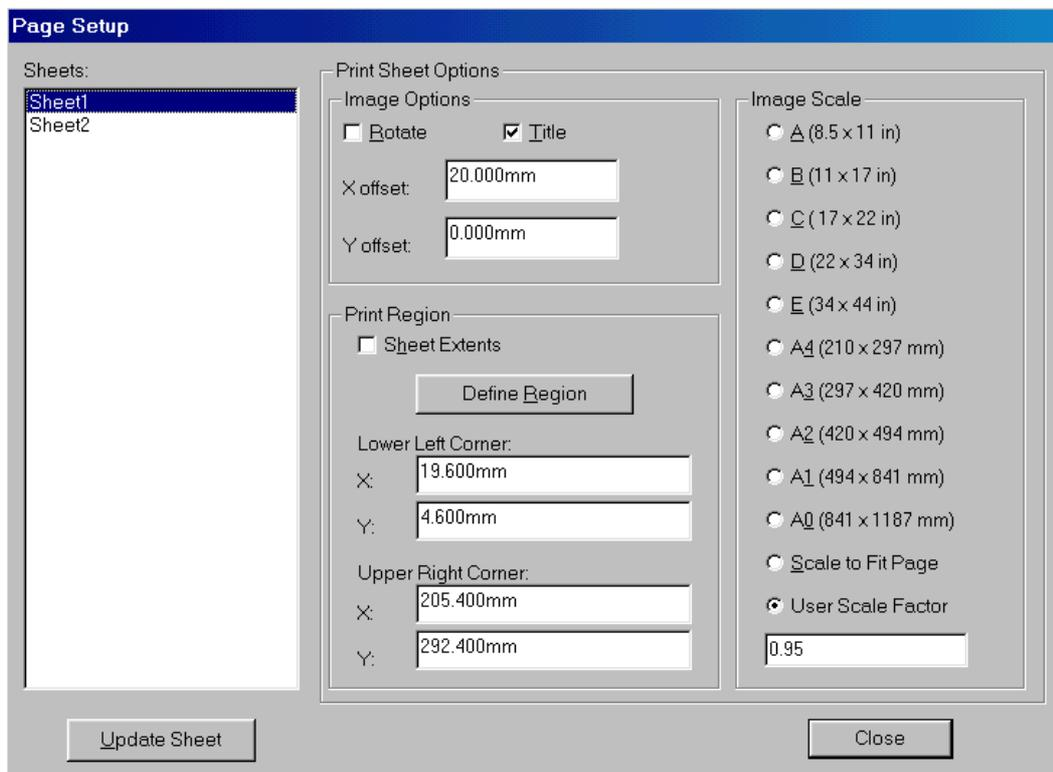

Рис. 6-23. Настройка параметров страницы для печати
7) На панели **Page Setup** щелкните по имени первой страницы – Sheet1- в окне *Sheets* для его выделения (см рис. 6-23).
10) Снимите флажок *Sheet Extents* (страница целиком) и задайте координаты нижнего левого (*Lower Left Conner*) и верхнего правого (*Upper Right Conner*) углов печатаемой области чертежа, как показано на рис. 6-23. Нажатие кнопки **Define Region** (определить область) позволяет указать границы области для печати непосредственно на чертеже с помощью мыши.